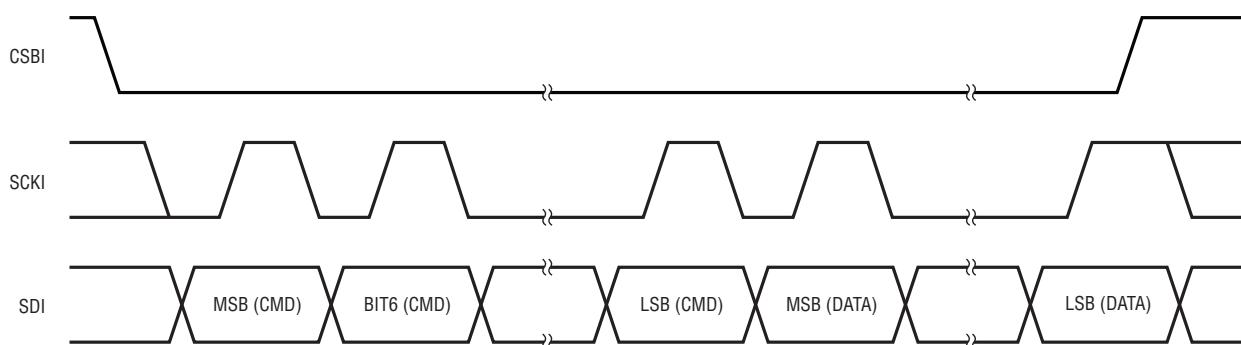
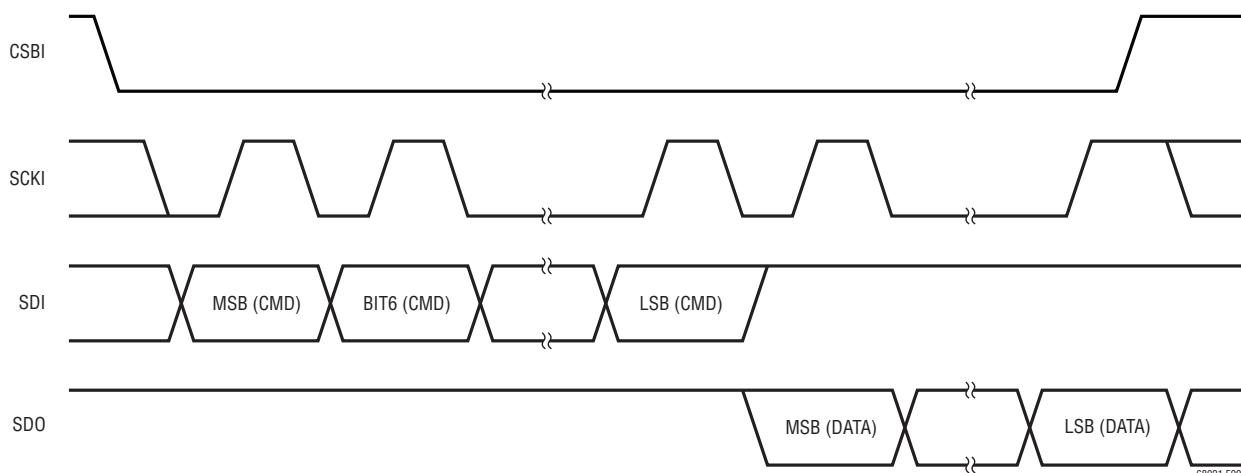

図8. 転送形式(書き込み)
図9. 転送形式(読み出し)
**データ転送:** 各バイトは8ビットで構成されます。バイトは最上位ビット(MSB)から先に送られます。書込みでは、SDIのデータの値がSCKIの立上がりエッジでデバイスにラッチされます(図8を参照)。同様に、読み出しがSDOに出力されるデータの値はSCKIの立上がりエッジの間有効で、SCKIの立下りエッジで遷移します(図9を参照)。